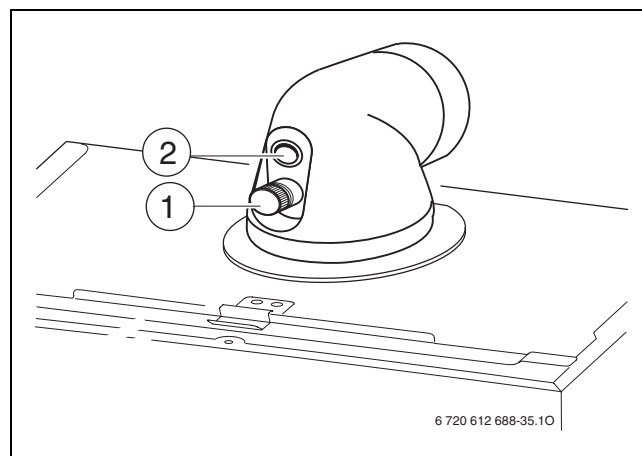

Fig. 39
- Retirer le bouchon sur la prise de mesure de l'air de combustion [2] (→ figure 39).
- Retirer le bouchon au niveau de la prise de mesure des fumées [1] (→ figure 39).